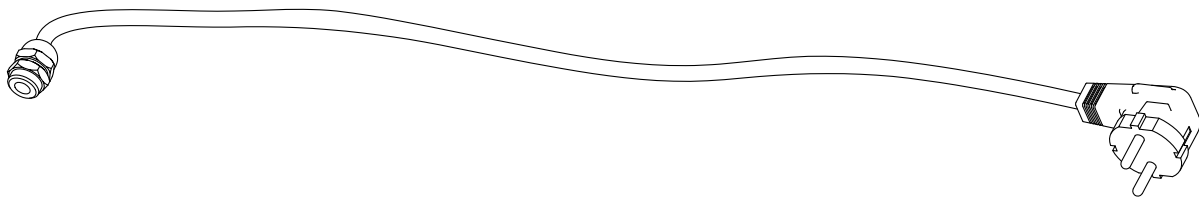

Abb. 2-2: 230V Netzstecker & Kabel
- Um den Netzstecker mit dem Gerät verbinden zu können, klappen Sie vorher den Deckel des Steckers auf (siehe 1, Abb. 2-2). Achten Sie auf die Pfeilrichtung.